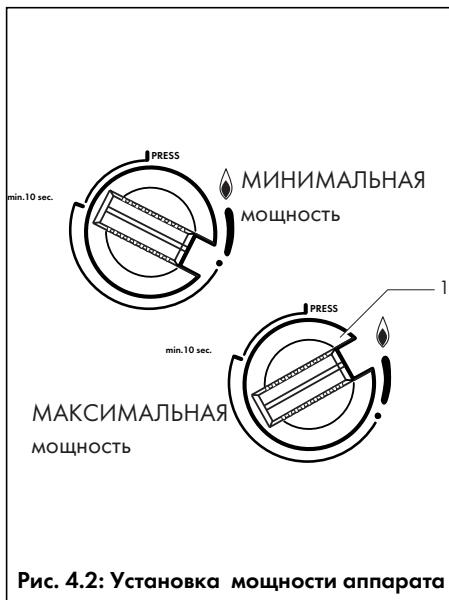

Рис. 4.2: Установка мощности аппарата
- Поверните поворотный переключатель (1) дальше влево против часовой стрелки, установив его из положения ↗ "РОЗЖИГ" в положение ↘ ... ↗ "ГОТОВНОСТЬ К РАБОТЕ". (от минимальной до максимальной мощности аппарата, см. рис. 4.2). При этом запальное пламя остаётся горящим.